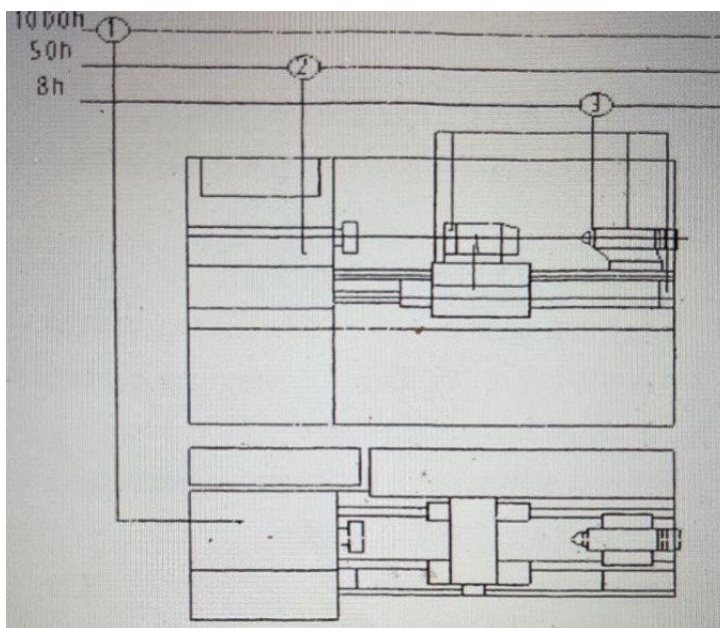

Рис.7 - Схема и график смазки машины
5.3 Схема смазки и подробный перечень станка (рис. 7)